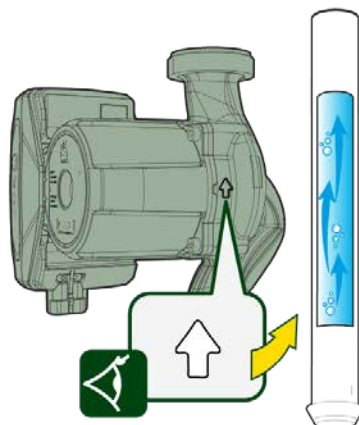
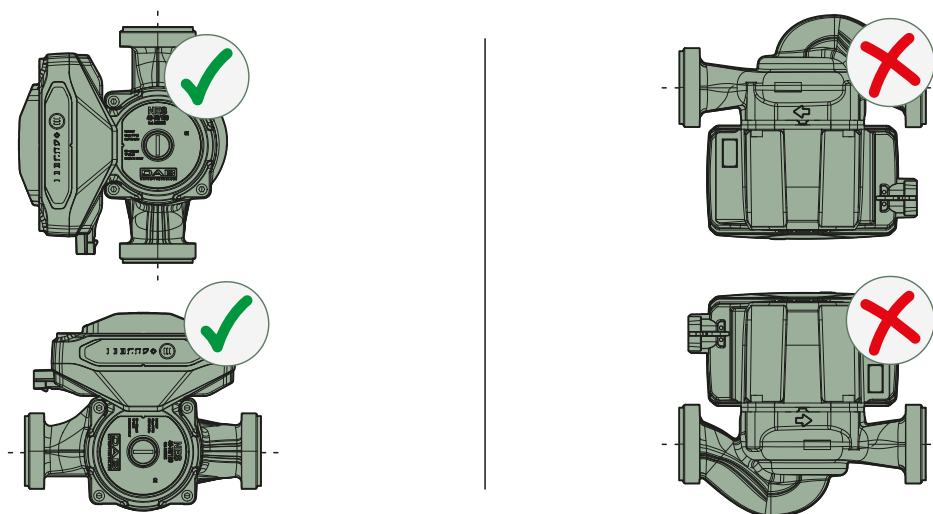

Fig. 3
Fig. 6
Installare la pompa con l'albero motore sempre in orizzontale (vedi Fig. 6), e seguendo la direzione della freccia sul corpo pompa (vedi Fig. 3).
- ! Montare il circolatore sempre con l'albero motore in posizione orizzontale come in Fig. 6. Montare il dispositivo di controllo elettronico in posizione verticale.